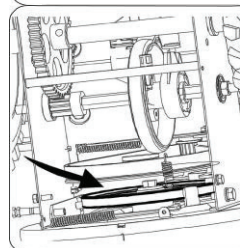

Figure 25
5. Снимите ремень со шнекового шкива и вставьте ремень между опорным кронштейном и шнековым шкивом. Соберите шнековый ремень, следуя инструкциям в обратном порядке. Figure 25.